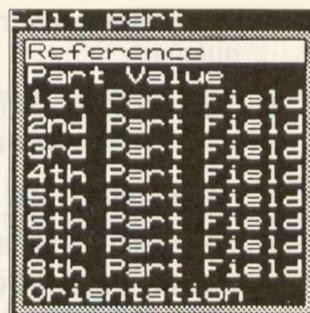

Figura 3.20
**Edit** <ENTER> y en el submenú que aparece (figura 3.20), seleccionamos la opción **Part Value (Valor del componente)**, validando con <ENTER>.